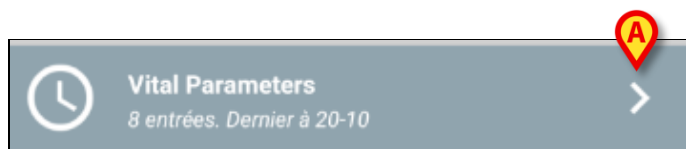
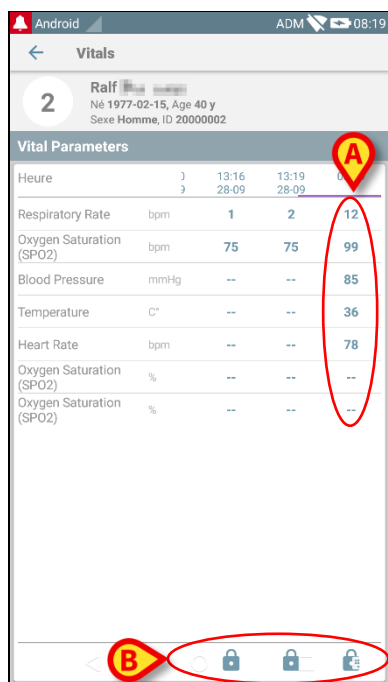
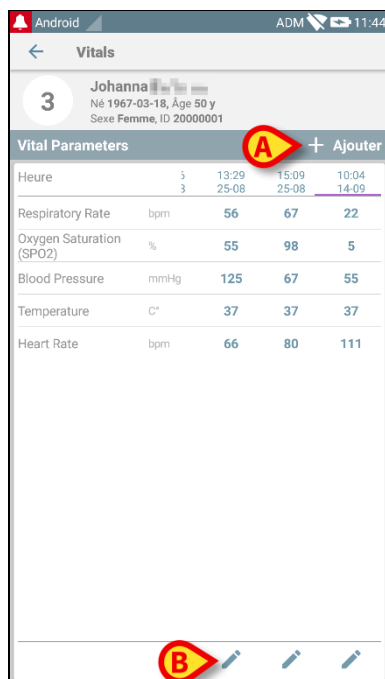

Fig 62
Fig 63
Fig 70
Si le bouton **+** n'est pas présent dans la mosaïque, cela signifie que l'ensemble de données n'est pas activé (voir paragraphe 7.4.5 pour plus d'informations). La mosaïque est encore affichée parce que les données historiques existent pour cet ensemble de données et peuvent être toujours visualisées. Par exemple, voir Fig 62.
La flèche (Fig 62 **A**) permet d'afficher les données historiques. Voir par exemple la Fig 63:
La date et l'heure sont affichées en haut pour chaque entrée (à savoir un ensemble de valeurs). Les valeurs enregistrées sont affichées dessous. Par exemple, voir la colonne indiquée dans Fig 63 **A**.
L'icône du "cadenas" indiquée dans Fig 63 **B** signifie que le score correspondant ne peut pas être modifié. Sinon une icône "stylo" s'affiche (voir par exemple Fig 70).
Le nouvel ensemble de valeurs s'affiche dans un écran récapitulatif spécifique. De nouveau, les fonctions de l'écran dépendent du type d'ensemble de données acquis. Voir la Fig 70 pour un exemple.
- Sur cet écran, taper sur **Ajouter** pour ajouter un autre ensemble de données (Fig 70 A).
- Utiliser l'icône "stylo" pour modifier les données d'un ensemble existant (Fig 70 B).